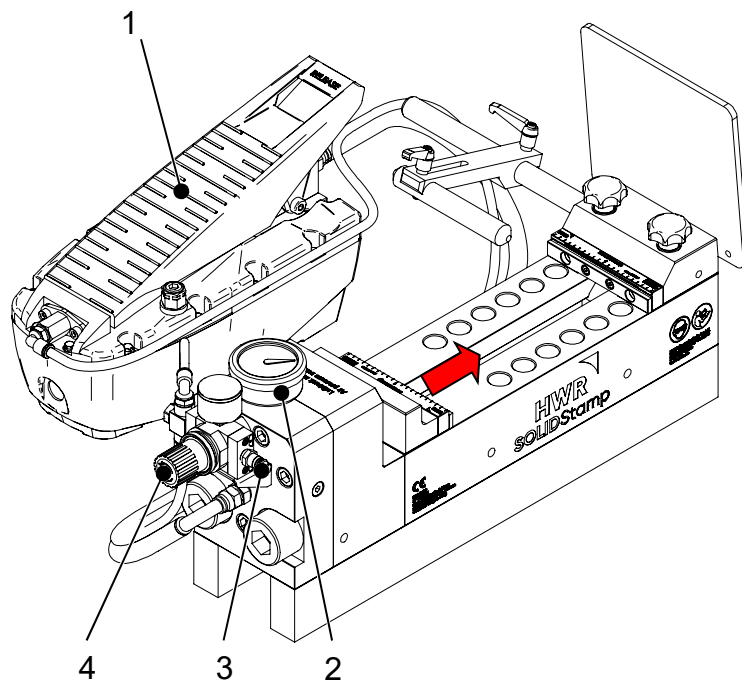

Fig. 2-2: Funcionamiento de la estación de estampado SOLIDStamp
La estación de estampado se acciona con la bomba hidráulica de aire (1). A través de la toma de aire comprimido (3) se suministra aire comprimido a la bomba. La presión del aire se regula por medio de la válvula de regulación de presión (4), y determina la presión hidráulica que se debe alcanzar. La presión hidráulica debe ser de 320 bar (2) como máximo; la presión del aire, de 5 bar como máximo. Cuando la presión hidráulica entra en la estación de estampado, se acciona un cilindro de efecto simple y el carro de estampado se mueve (en el sentido que indica la flecha de la Fig. 2-2) hacia la mordaza de posicionamiento.